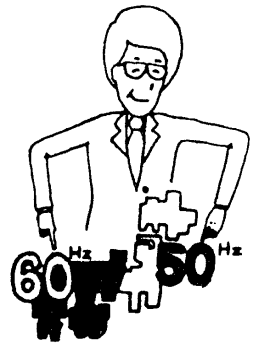

図11
- この器具は50ヘルツ(Hz)、60ヘルツ各専用です。地域の周波数に合った器具をお選びください。(図11)